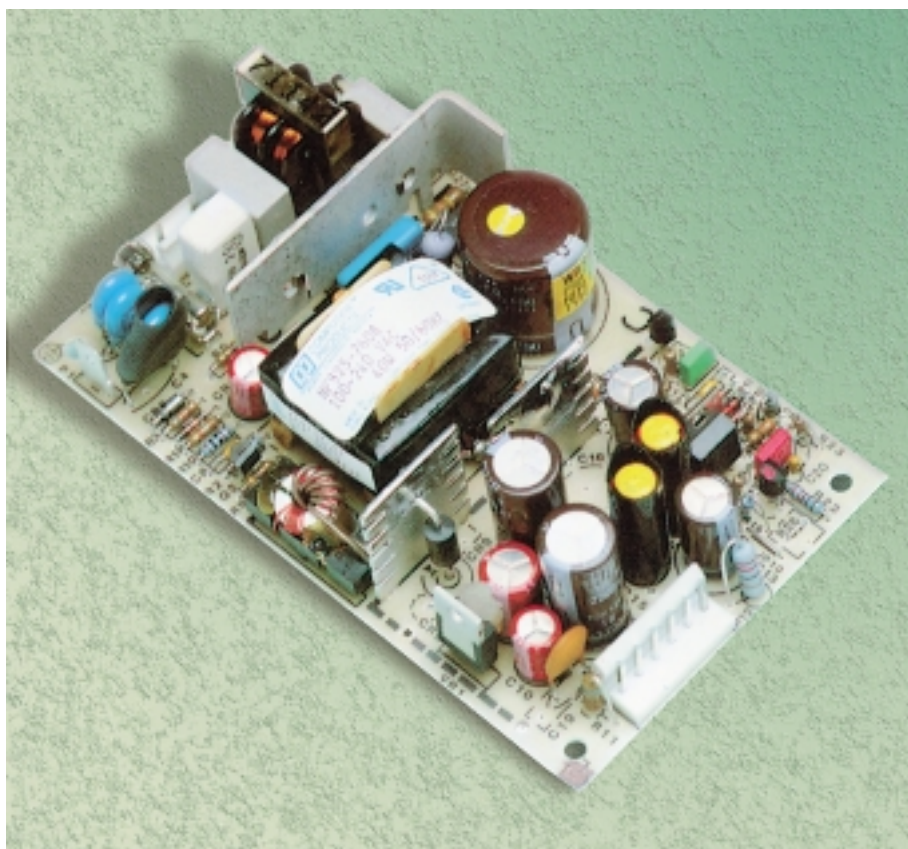
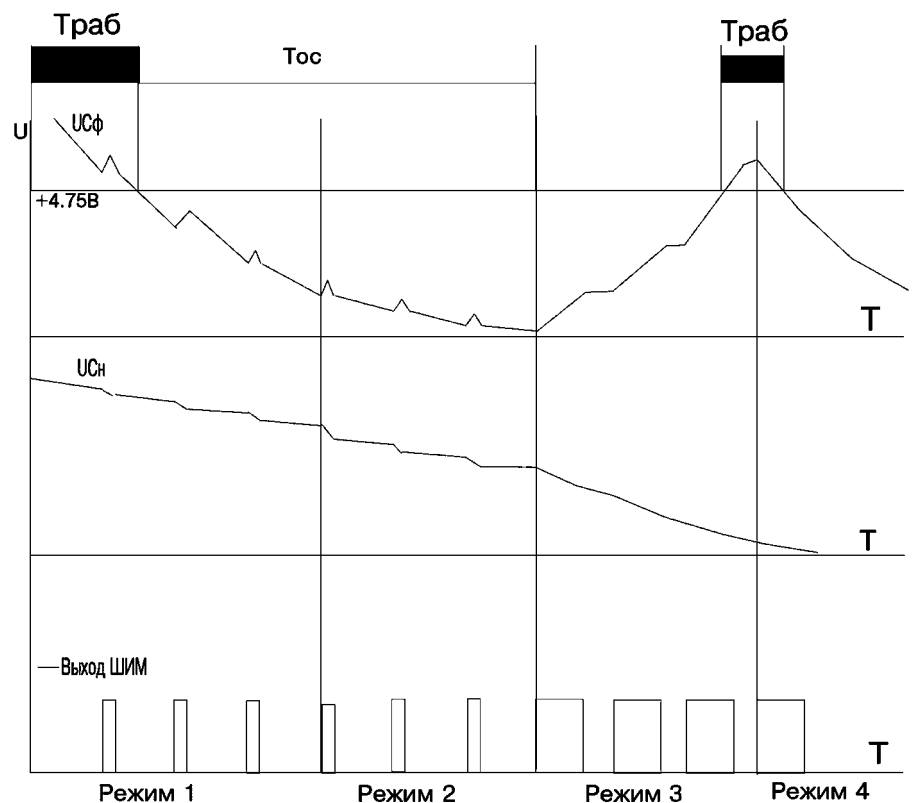

Рис. 2. Источник питания NFS40-7628
Рис. 3. Диаграмма напряжений при включении питания
**О**твет. Такая работа системы связана с тем что потребление платы 6012 составляет 230 мА, 12 модулей 70G – 180 мА, а минимальный ток нагрузки источника NFS40-7628 фирмы Computer Products (рис. 2), который применен в блоке питания 5101, составляет порядка 500 мА, то есть в данной конфигурации системы источник работает с недогрузкой. При этом происходит следующее: при выключении питания первым разряжается в нагрузку конденсатор Сф фильтра выходной цепи +5В 1000мкФ\*12В (рис. 3, режим 1). При этом конденсатор Сф подзаряжается от накопительного конденсатора Сн незначительно, так как длительность импульсов широтно-импульсного модулятора (ШИМ) мала (рис. 3, параметр «Напряжение Сн»). После того, как выходное напряжение упало ниже 0,5...1 В, схема обратной связи обрабатывает изменение и увеличивает длительность импульса ШИМ. При этом время реакции (рис. 3, Тос) определяется параметрами цепи обратной связи конкретного источника питания и может варьироваться в довольно широких пределах. При увеличении длительности импульсов широтно-импульсного модулятора происходит быстрый перезаряд конденсатора Сф (режим 3), а затем разряд его в нагрузку (режим 4). При этом напряжение в нагрузке достигает номинального значения в периоды Траб.